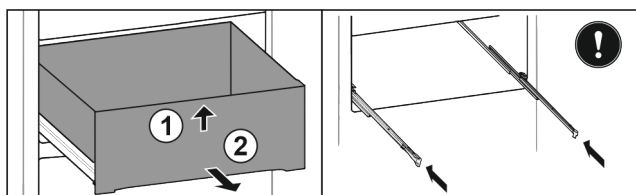

Fig. 28*
- ▶ Zásuvku nadzvedněte vpředu Fig. 28 (1).*
- ▶ Odeberte směrem dopředu Fig. 28 (2).*